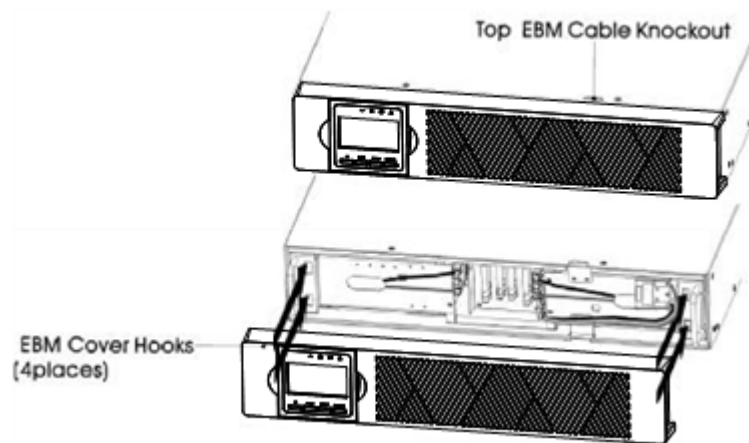

Figur 2: Anslutning av UPS interna batterier
- b) Anslut den interna batterikontakten (se figur 2). Anslut rött till rött, tryck kontakten hårt mot varandra för att säkerställa en korrekt anslutning.